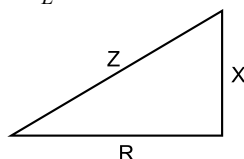

Рис. 3.1. Треугольник сопротивлений
4. Вычислить индуктивное сопротивление катушки X_L на основе треугольника сопротивлений (рис. 3.1), Ом: